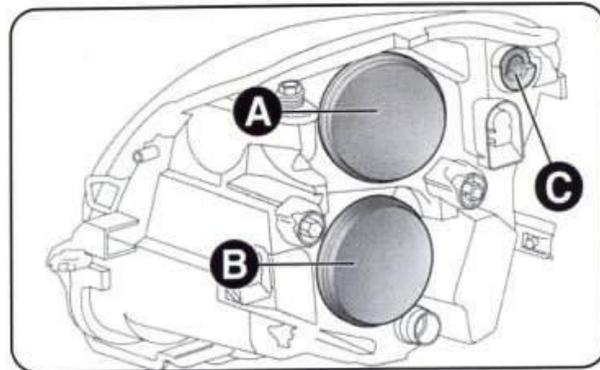

рис. 22
### ПЕРЕДНИЕ ФАРЫ (рис. 22)
- снимите крышку А (рис. 22);
- установите крышку А (рис. 22).
- снимите крышку В (рис. 22);
- установите крышку В (рис. 22).